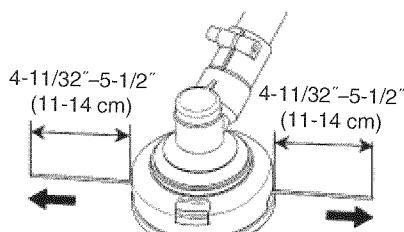

Fig. 34
(7) La longitud inicial de la línea de corte deberá ser de 4-11/32"-5-1/2" (11-14 cm) aproximadamente e igual a ambos lados. (Fig. 34)